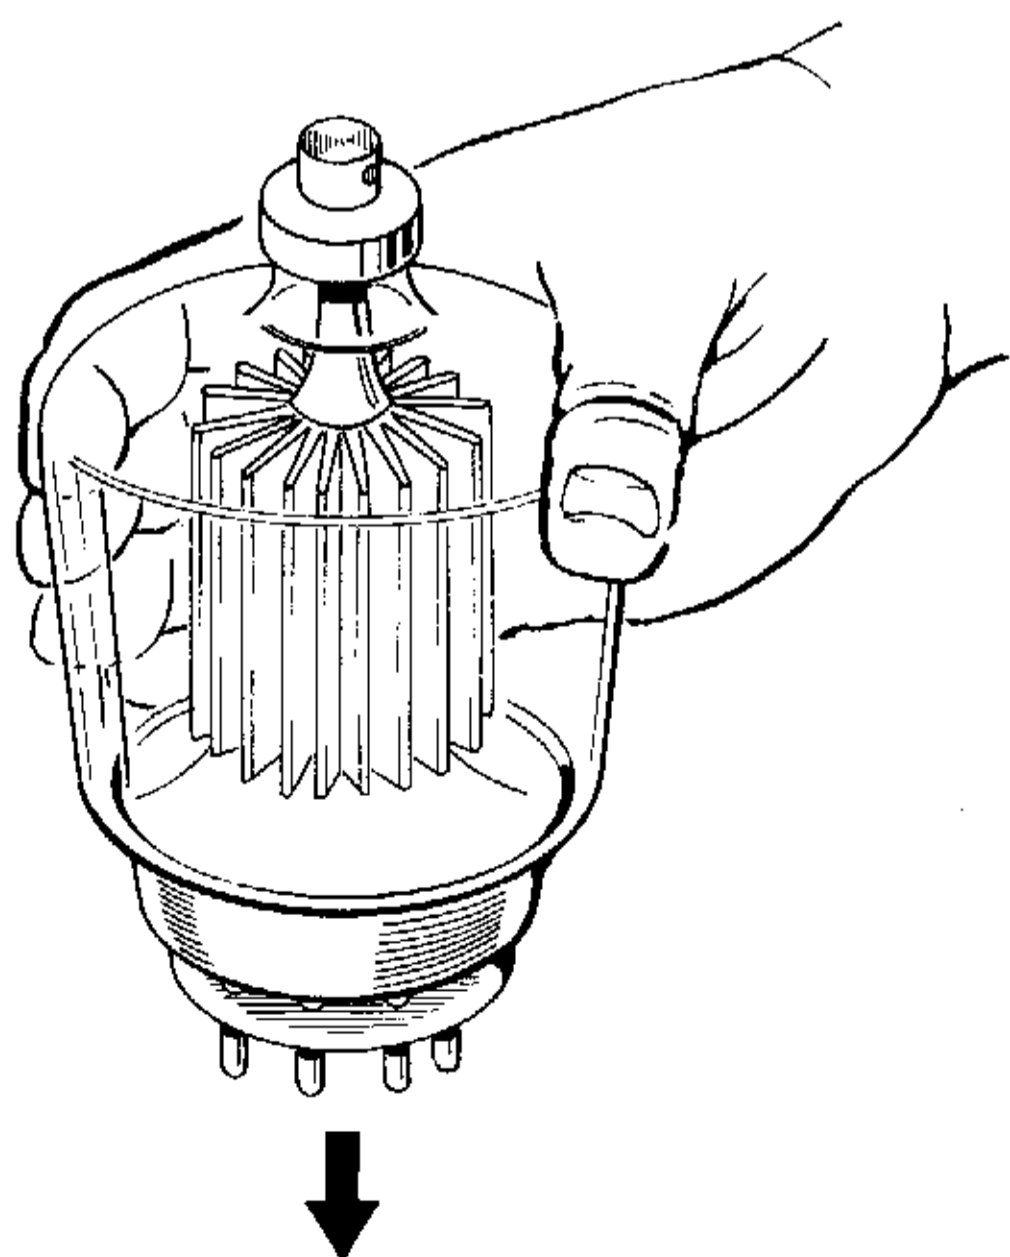

図2 真空管の持ち方
- ② 真空管を箱から取り出します。真空管を取扱う場合は、プレートキャップ金属部を持たず、必ず外周のガラス部を持つように。(図2参照) してください。
- ③ ピンの位置をよく確かめ、無理な力を加えず、静かに挿入します。